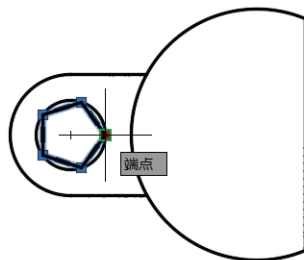

图 5-14 选择要操作的夹点
- 2 选中左边的正五边形，接着单击此正五边形上显示的最右侧的一个小方形夹点以亮显该夹点，如图 5-14 所示。